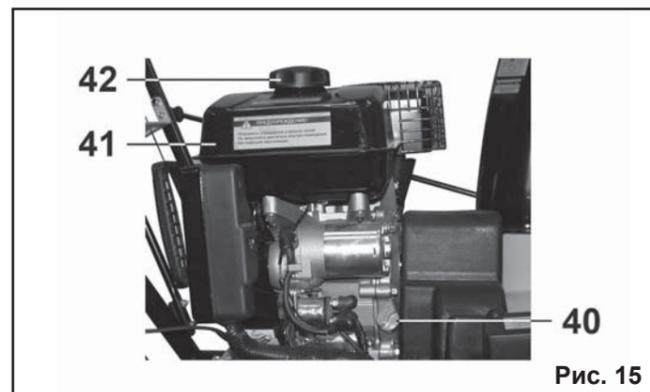

Рис. 15
**7.5. Заправка топливом (Рис.15).** ИСПОЛЬЗУЙТЕ ЧИСТЫЙ НЕЭТИЛИРОВАННЫЙ БЕНЗИН С ОКТАНОВЫМ ЧИСЛОМ НЕ НИЖЕ 90.